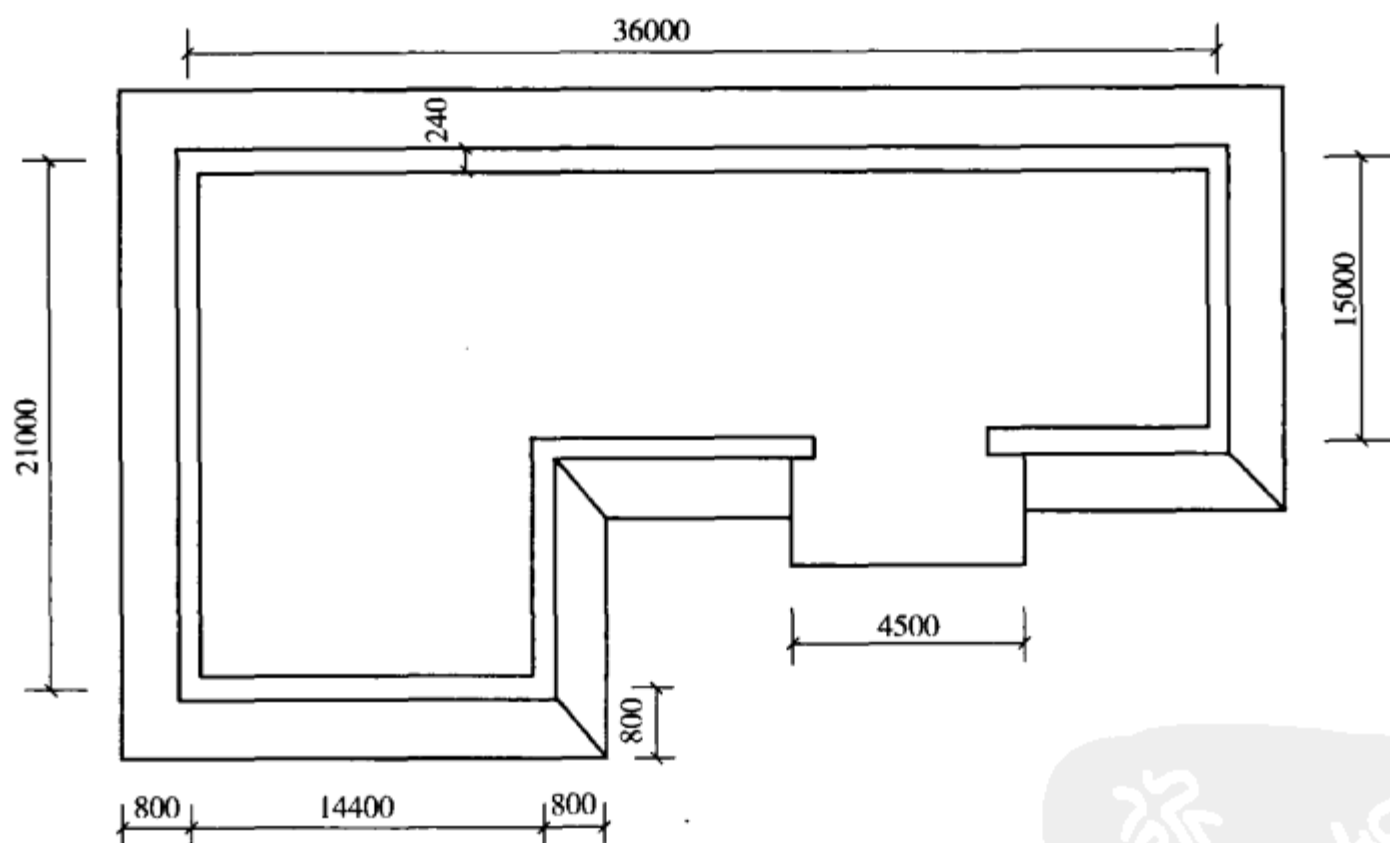

图 1-46 建筑物底层平面图
**【例 46】** 如图 1-46 所示为一栋建筑物的底层平面图,求混凝土散水的工程量。
混凝土散水的长度按图 1-46 计算得:  $(21 + 0.24 + 36 + 0.24) \times 2\text{m} = 114.96\text{m}$